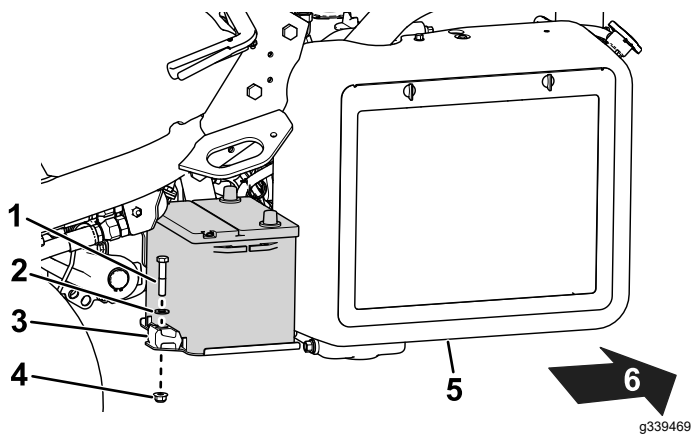

Bild 39
2. Entfernen Sie die Befestigungselemente, mit denen der Akku am Akkuträger befestigt ist (Bild 39), und heben Sie den Akku heraus.
5. Setzen Sie den Akku auf den Akkuträger und befestigen Sie diese mit den zuvor entfernten Stangen und Befestigungselementen (Bild 39).